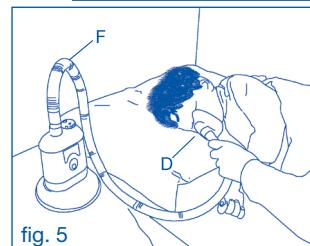

fig. 5
- 5.** Per somministrare la dose di medicinale al paziente mentre è sdraiato (fig. 5), utilizzate il tubo di estensione (F) collegandolo da una parte alla mascherina (D) o (E) mentre dall'altra all'apparecchio opportunamente alloggiato nell'apposito supporto da tavolo (I).